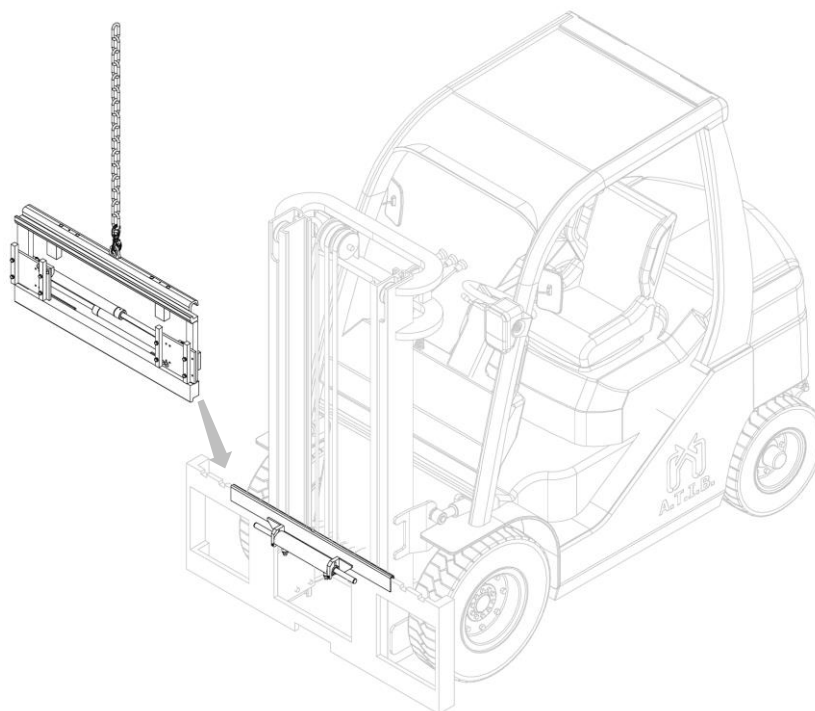

Figura 8
7. Agganciare quindi l'attrezzatura dal punto presa superiore e con un carroponete o un paranco di portata sufficiente posicionarla sul doppio gancio, avendo cura di posicionarla in modo corretto (vedi *Figura 8*).